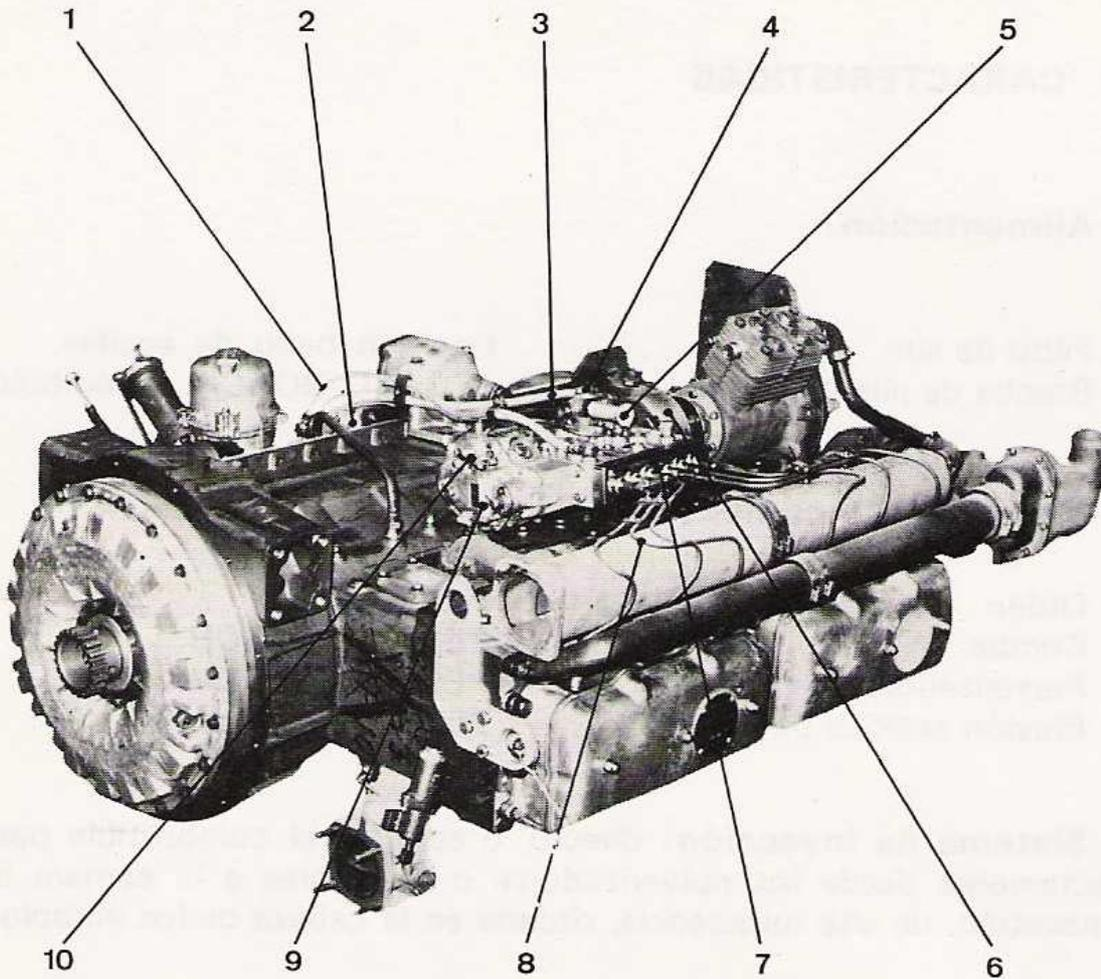

Fig. 3.1. - Esquema de alimentación y de inyección del combustible
3.3 BOMBA DE ALIMENTACION Y BOMBA DE CEBADO (fig. 3.1)